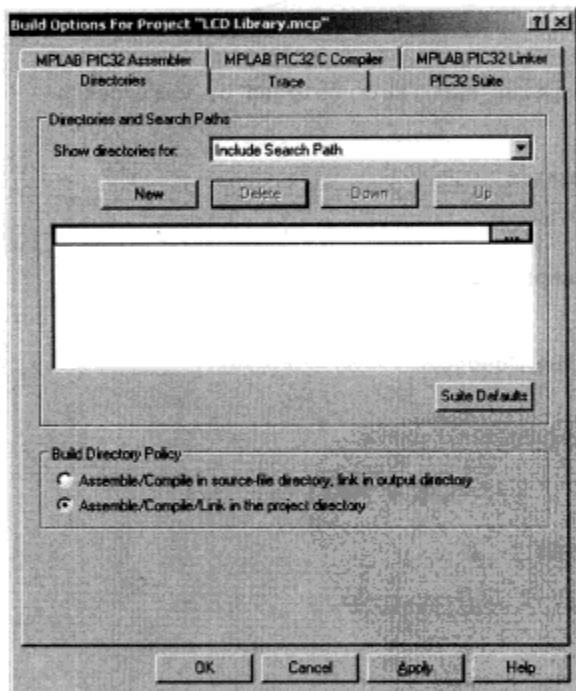

图 10-6 工程的 Build Option 对话框
- （1）选择菜单 Project | BuildOptions... | Project，打开 Build Option 对话框（参见图 10-6）。